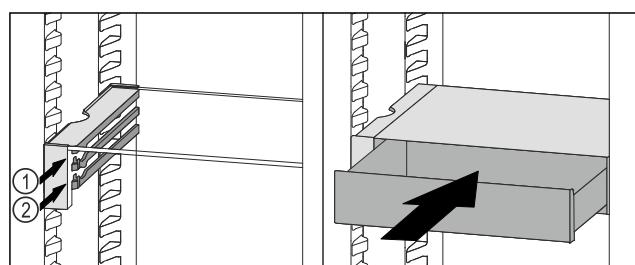

Fig. 114
- Placer le tiroir VarioSafe derrière les butées sur la nervure désirée Fig. 114 (1) ou Fig. 114 (2).